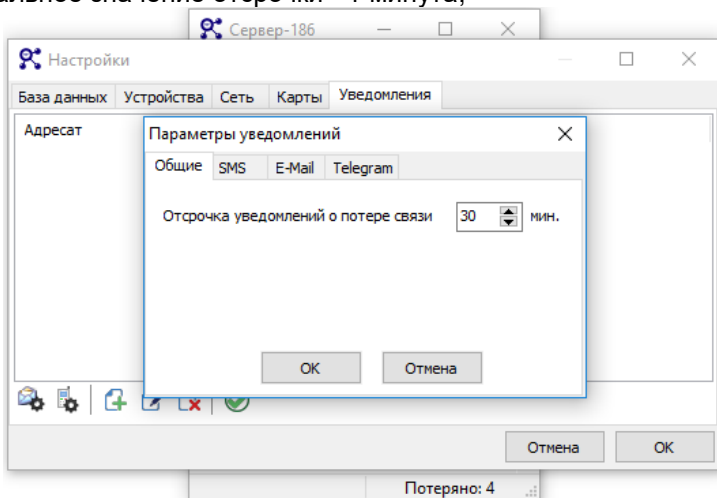

Рисунок 21
– на вкладке "Общие" (рисунок 21) настраивается отсрочка уведомлений о потере связи, чтобы предотвратить поток уведомлений о